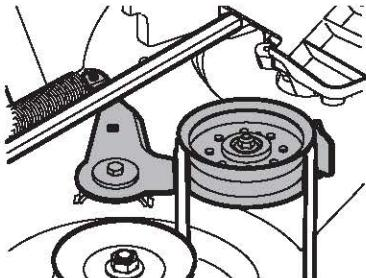

Figura 40
- Desde el lado derecho del tractor, inserte una llave de trinquete de 3/8 pulgada, regulada para **ajustar**, en el orificio cuadrado del soporte intermedio (Figura 40).
- Pivoté la llave hacia adelante para mover la polea de transmisión de la plataforma hacia adelante (Figura 40).